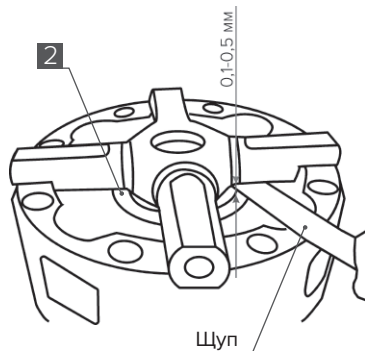

Рис. 4
ⓘ **ВАЖНО:** Чтобы быть уверенным, что ваша новая блокировка будет работать должным образом, необходимо до окончательной сборки произвести замер, как показано на Рис. 3 и Рис. 4.
5. Используя набор плоских щупов, измерьте зазор, как показано на **Рис. 4**. Зазор между дистанционным кольцом и крестовиной должен составлять от 0,13 до 0,51 мм